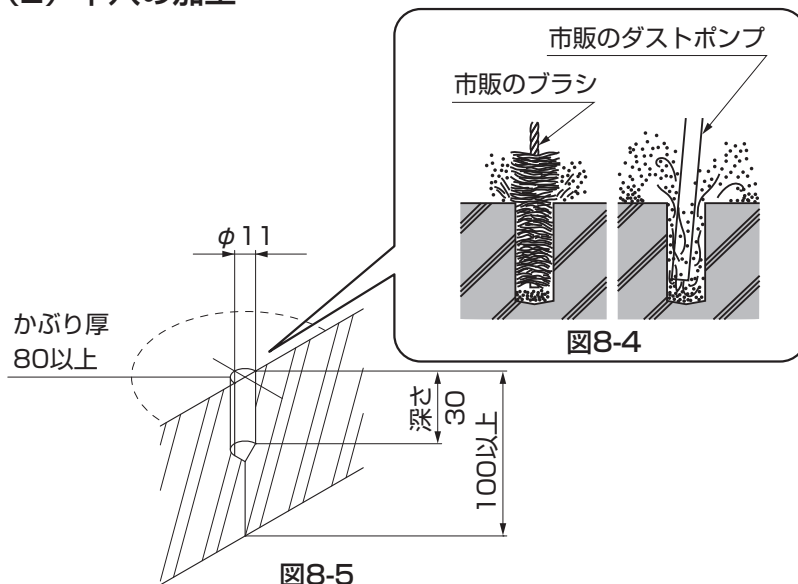

図8-5
①引戸本体を取外し、 $\phi 11$ のドリルで基礎部に必要な深さの穴をあけてください。(図8-5参照)